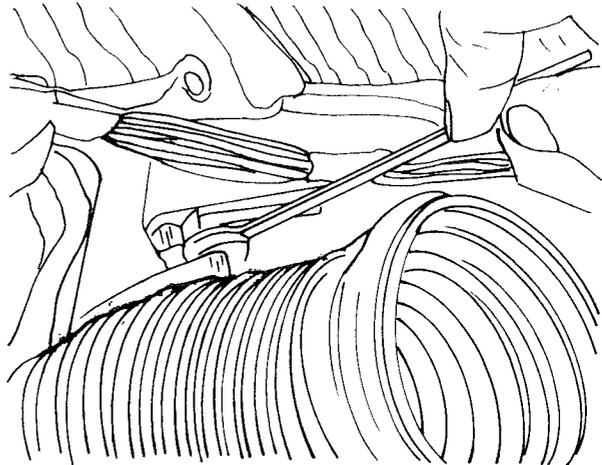

Bild 75c
- Die Befestigungsschrauben der Heizung lösen, wie es in Bild 75c gezeigt ist.